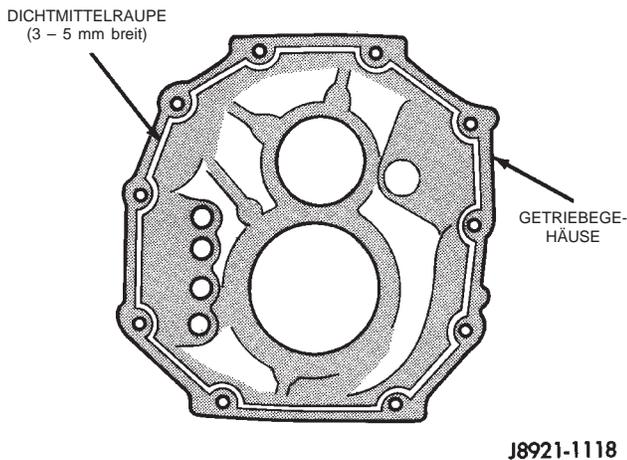

Abb. 36 Dichtmittel auf Getriebegehäuse auftragen
(2) Eine 3 bis 5 mm (1/8 bis 3/16 Zoll) breite Raupe Threebond® Liquid Gasket TB1281, Artikel Nr. 83504038, wie in der Abbildung dargestellt auf die Dichtflächen des Getriebegehäuses auftragen. Die Raupe auf der Innenseite an den Schraubenbohrungen vorbeiführen (Abb. 36).